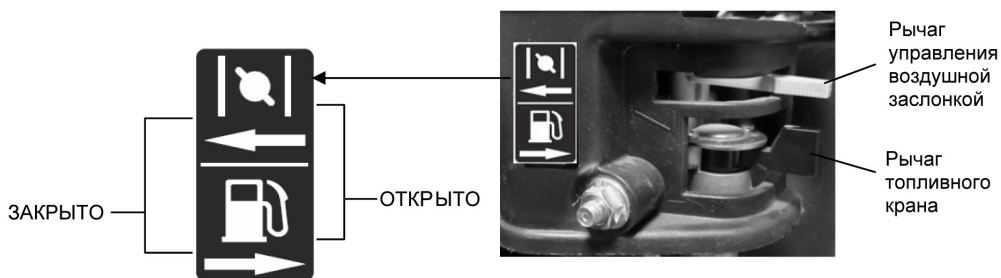

Рис. 19
1. При запуске холодного двигателя переведите рычаг управления воздушной заслонкой в положение «ЗАКРЫТО» (Рис. 19). Не закрывайте воздушную заслонку, если двигатель прогрет.